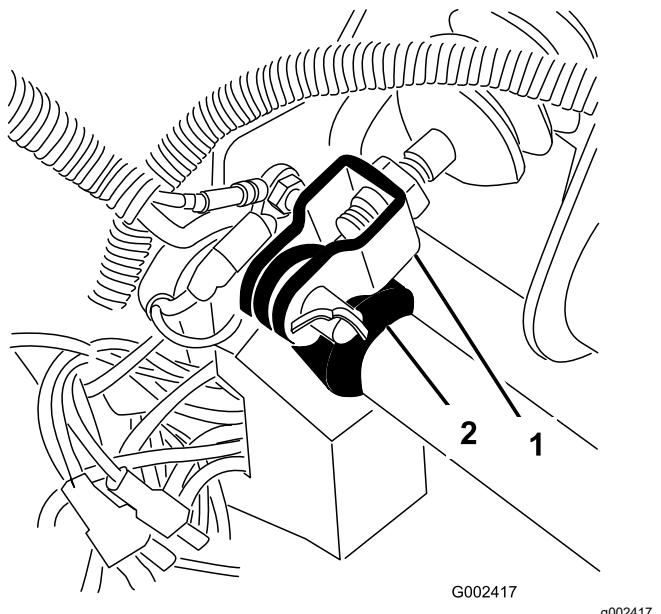

Figure 61
- 1. Retirez la goupille fendue et l'axe de chape qui fixent la chape du maître-cylindre au pivot de la pédale de frein (Figure 61).